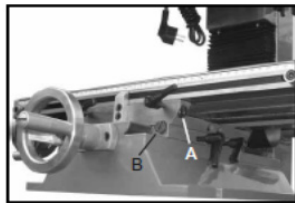
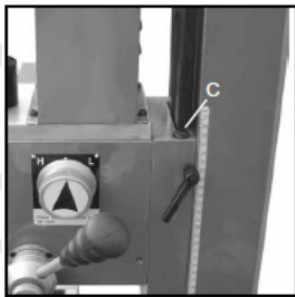

Fig. 17
Fig. 18
1. Den vandrette gib justeringsskruer (A, fig. 17) er fundet til den bageste højre på bordet. den tværgående gib justeringsskruer (B, fig. 17) findes på højre side af sadlen under bordet. Den lodrette gib justerskruer (C, fig. 18) findes på søjlen.